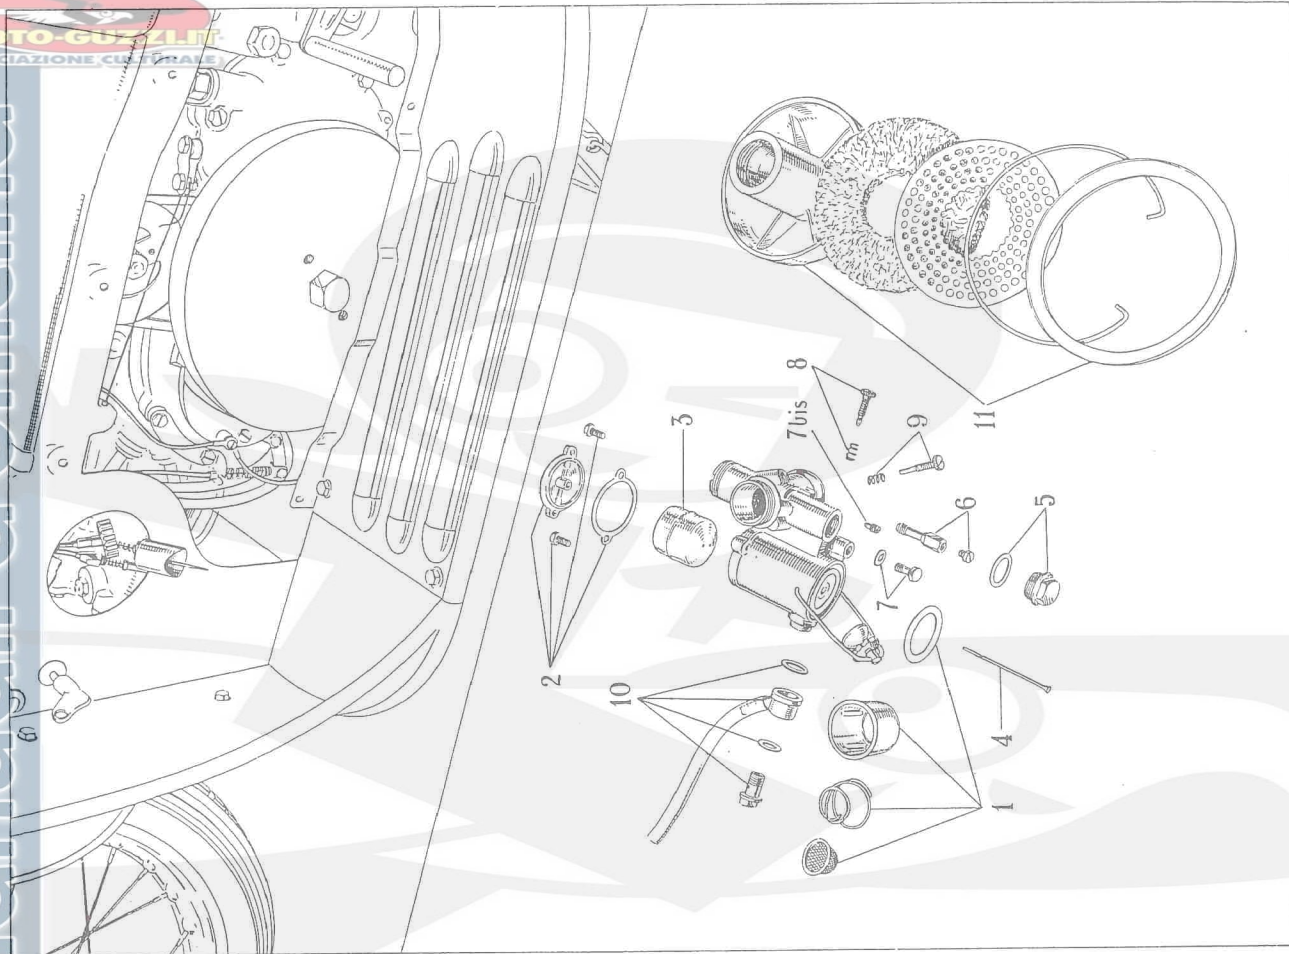

Fig. 25 - Carburatore e filtro d'aria smontati
(Vedere fig. 25).
*(Vedere fig. 25 N. 11).*